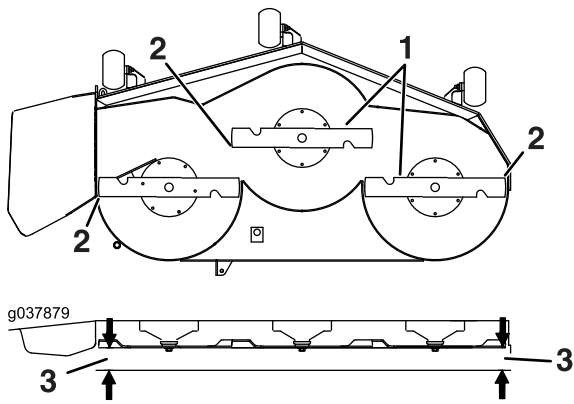

Figure 96
6. Mesurez la distance entre la pointe des lames et le sol plat (Figure 96). Si les deux mesures diffèrent de plus de 5 mm (3/16 po), ajustez l'horizontalité des lames; poursuivez cette procédure.
14. Tournez prudemment les lames pour qu'elles soient parallèles dans le sens transversal (Figure 96).